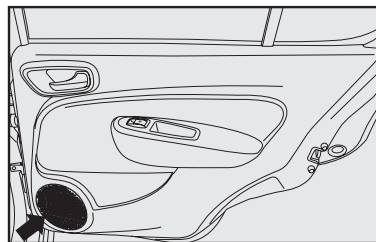

fig. 111
- dos altavoces full-range traseros de 5" con 20 W RMS de potencia **fig. 111**.